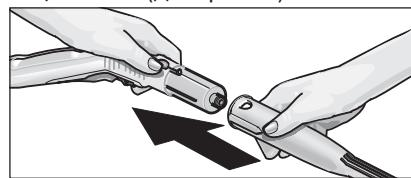

Рис. 2: приєднання насадок до парового пістолета
- З'єднайте необхідну насадку (D1, E1, F1) з паровим пістолетом (C1). Для цього необхідно надіти трубчастий кінець насадки на паровий пістолет (C1). Насадку необхідно надягнати на паровий пістолет, доки кнопка розблокування (C2) парового пістолета не увійде у защеплення (див. рис. 2).